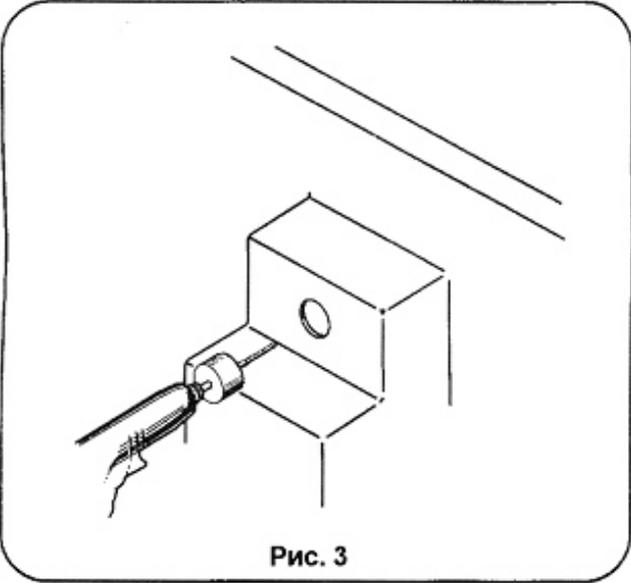

Рис. 3
2. Высверлите в стенке гидромассажной ванны отверстие диаметром 60 мм (рис. 3).